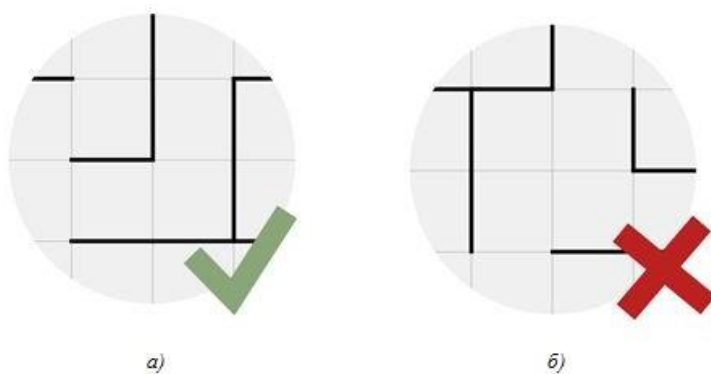

Рисунок 1 – Конфигурация стенок лабиринта
- внутри любого квадрата из четырех ячеек находится хотя бы одна стенка (см. рис. 1).